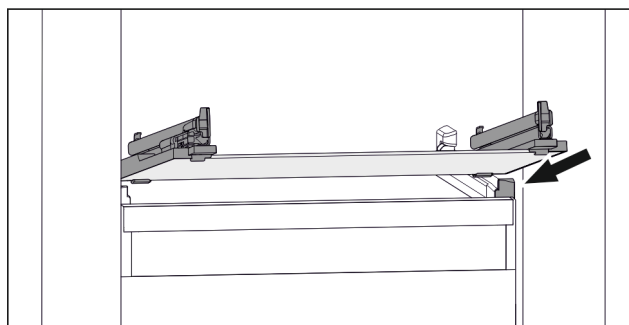

Fig. 75 Beispielhafte Darstellung der Glasplatte
- Glasplatte schräg hinter den Stopper aufsetzen. (siehe Fig. 75)